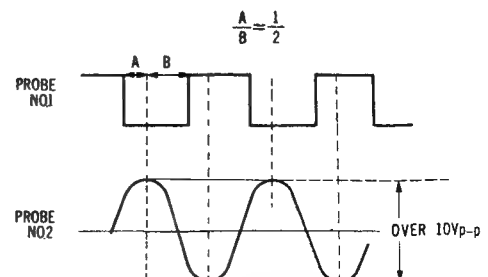

Figure 25 Abb. 25
2. Adjust L610 to achieve the waveform in figure 25. Observe the waveform that the amplitude is over 10Vp-p.
2. L610 so abgleichen, dass eine Wellenform nach Abb. 25 erzielt wird. Man prüfe, ob die Amplitude der Darstellung grösser als 10V Spitze-Spitze ist.